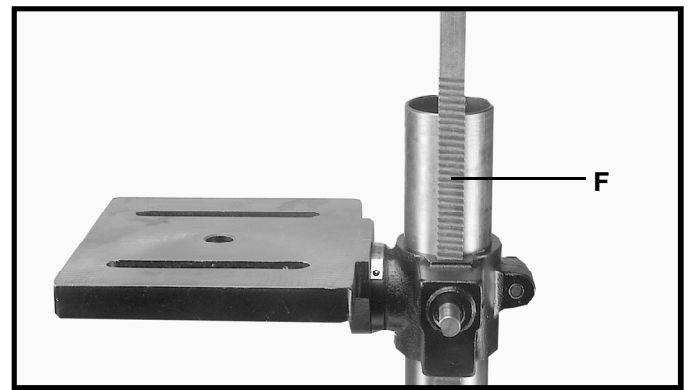
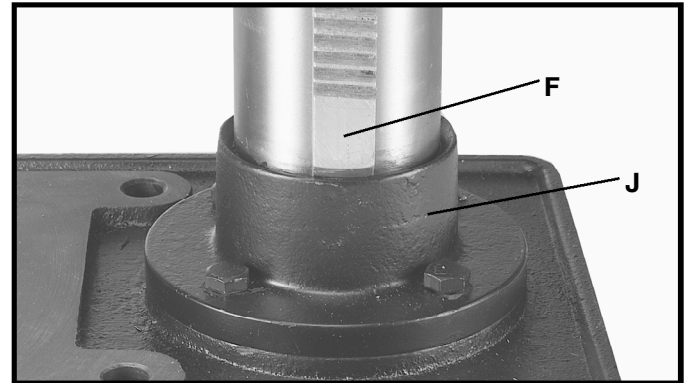

Fig. 7
Fig. 8
4. Coloque el soporte de elevación (F) Fig. 7, la mesa y el soporte de la mesa sobre la columna de la taladradora, como se ilustra aquí. Asegúrese que el fondo del soporte de elevación (F) Fig. 8 esté engranado con la pestaña (J) sobre la base de la taladradora.